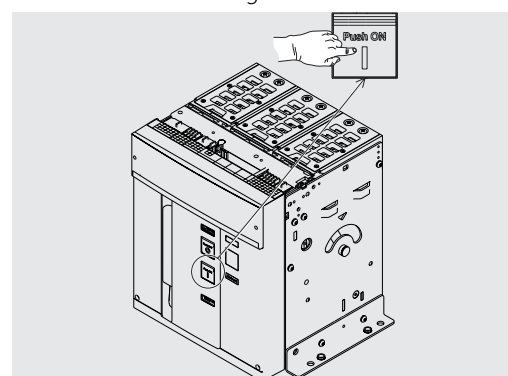

Figura 77
4. Cierre - Apretar el pulsador de cierre "I - Push ON" como se indica en Figura 77.